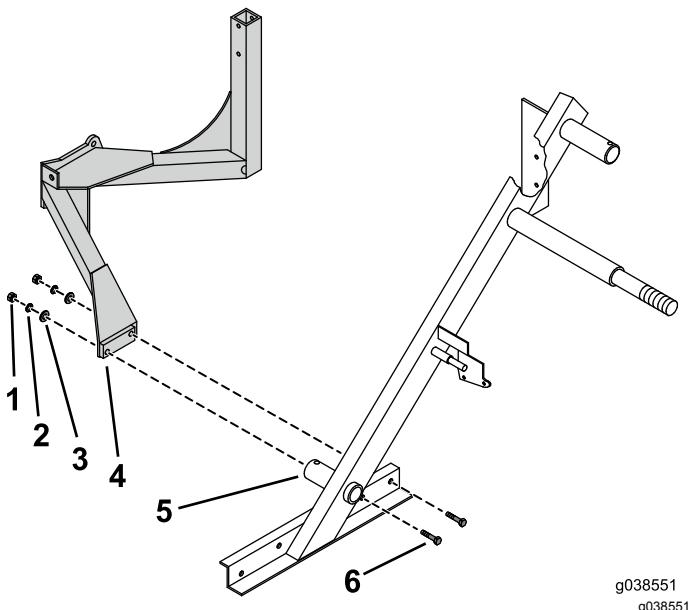

Рисунок 5
2. Прикрепите нижнюю часть монтажного кронштейна к раме сборщика с помощью двух болтов (3/8 x 1 $\frac{3}{4}$ дюйма), шайб, стопорных шайб и гаек (Рисунок 5).